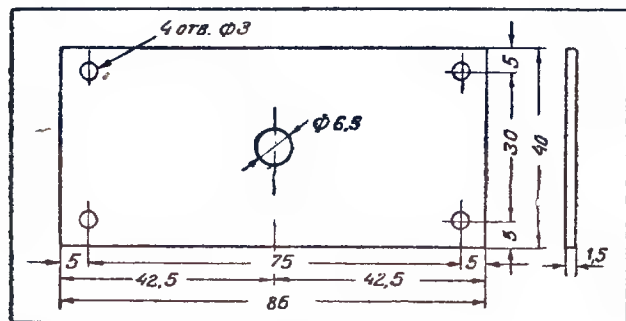

Рис. 19. Основание мотора
11. Основание для фрикционного крепления мотора (рис. 19) делается из листового железа толщиной 1,5 мм. Четыре отверстия по бокам могут быть просверлены в зависимости от имеющихся шурупов.